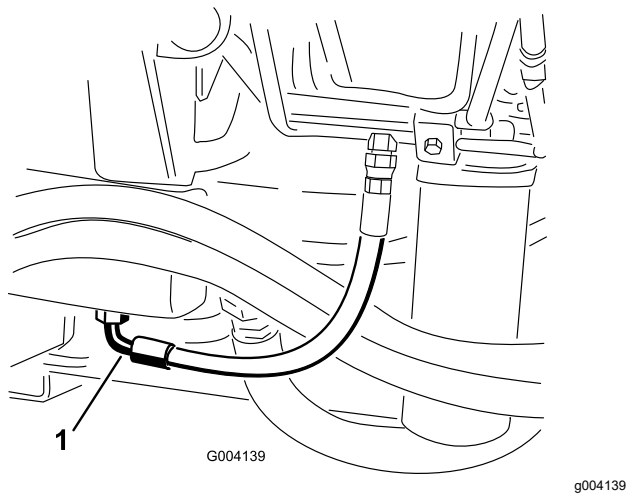

Figura 100
3. Coloque un recipiente grande debajo del acoplamiento situado en la parte inferior del depósito de fluido hidráulico (Figura 100).